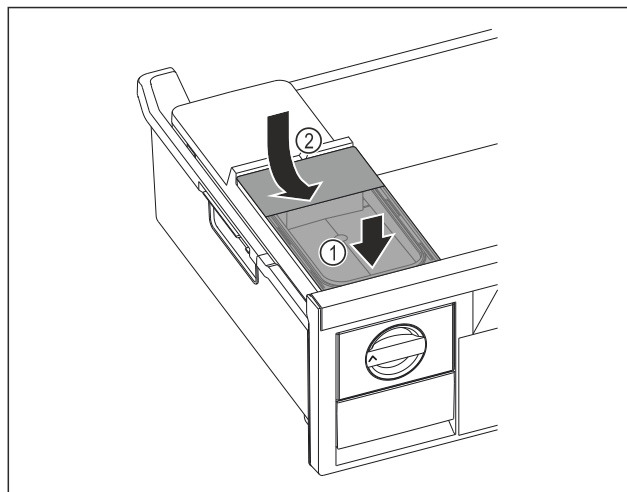

Fig. 99
- Nádržku na vodu nasadíte vpredú. Fig. 99 (1)
- Nádržka na vodu spustíte vzadu. Fig. 99 (2)